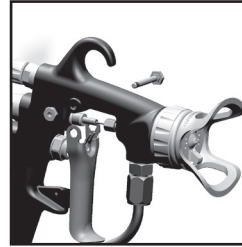

Fig. 25
1. Quitar el conjunto del gatillo y el tubo de fluido. (Ver Fig. 25 y 26)